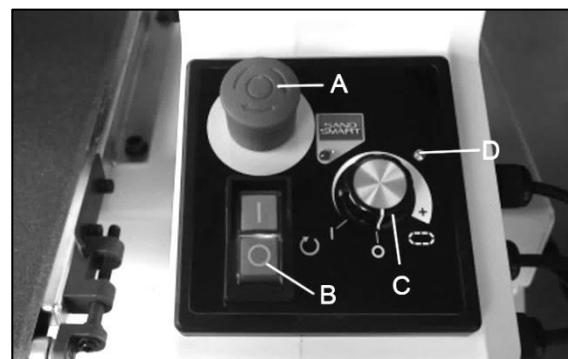

Abb. 9-1: Bedienpult
2. Den Not-Stopp Taster entriegeln, dazu den Taster (A, Fig 9-1) im Uhrzeigersinn drehen und ziehen.
- HINWEIS:** Eine blinkende LED-Lampe (D) erinnert gegebenenfalls daran, den Vorschub komplett auszuschalten, bevor die Trommel gestartet werden kann.
3. Den Trommelmotor mit dem Ein/Aus Schalter (B, Abb. 9-1) starten.
4. Den Vorschubmotor starten, dazu den Drehknopf (C) im Uhrzeigersinn drehen, sowie weiter zu drehen zur Erhöhung der Geschwindigkeit.